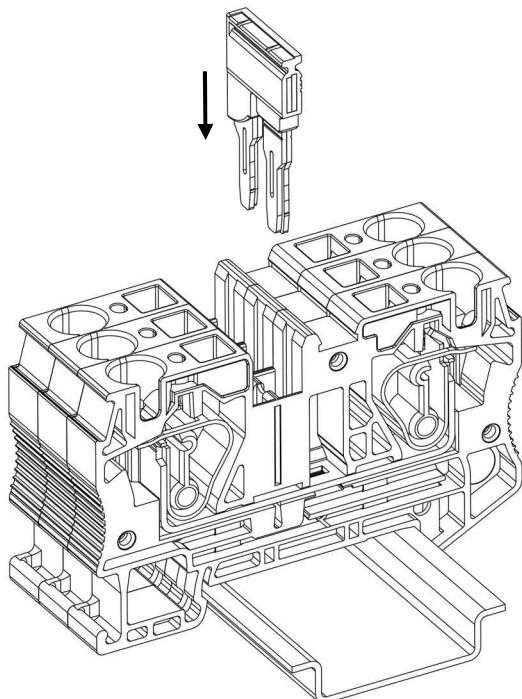

Рисунок 20 - установка перемычки с удаленными крайними полюсами в функциональное отверстие
- Для сокращения количества полюсов перемычки удалите крайние полюса (рис. 20);